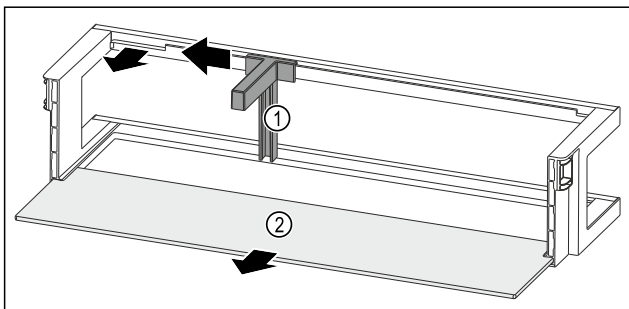

Fig. 51 Deurrek met flessenhouder en draagplateau
- ▶ Flessenhouder Fig. 51 (1) tot aan de uitsparing opzij schuiven.
- ▶ Flessenhouder Fig. 51 (1) verwijderen.
- ▶ Draagplateau Fig. 51 (2) verwijderen.